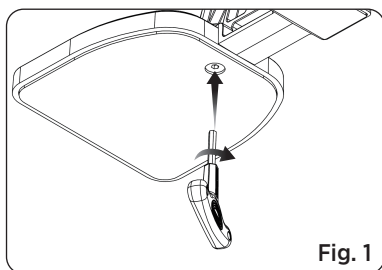

Fig. 1
1. Lijn de anti-afbevestigingsschroeven uit met het montagegat en gebruik de sleutel om de slijpvoet stevig vast te zetten aan het hoofdsteunrek. (Zie Fig. 1)